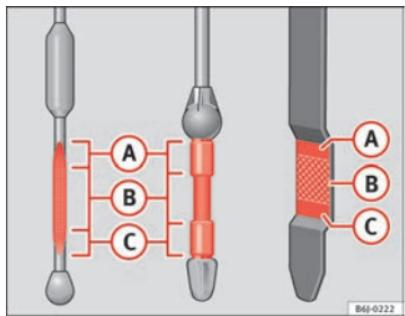

Fig. 118 Varilla de medición del nivel de aceite
- A continuación, vuelva a extraerla y compruebe el nivel de aceite ⇒ fig. 118. En caso necesario, reponga aceite del motor.